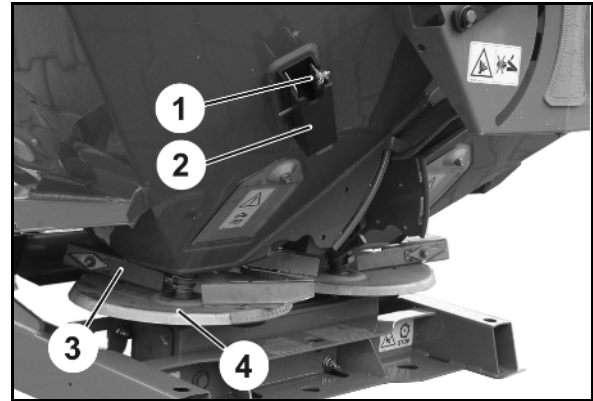

Fig. 82
3. Løsne skruforbindelsen mellom den ytre vingedelen (Fig. 82/1) og vingemutrenes unbrakoskrue (Fig. 82/2).
4. Sett avlesekannten (Fig. 82/3) på riktig bokstav i skalaen (Fig. 82/4) og still inn i henhold til spredetabellen før skruforbindelsen trekkes godt til igjen.